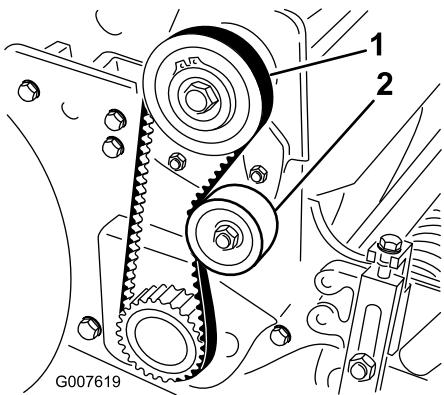

Figura 36
- Controllate la tensione premendo la cinghia al centro tra le pulegge (Figura 36) con una forza di 18-22 N. La cinghia deve flettersi di 6 mm.
verso il retro della cinghia, fino a ottenere la tensione desiderata (Figura 36).